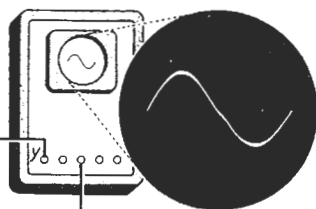

Fig. 51b
- Zet het X -kanaal van de oscilloscoop op „intern”. Regel de Y -versterking en de X -snelheid tot een duidelijk oscillogram zichtbaar is. Zie fig. 51b.